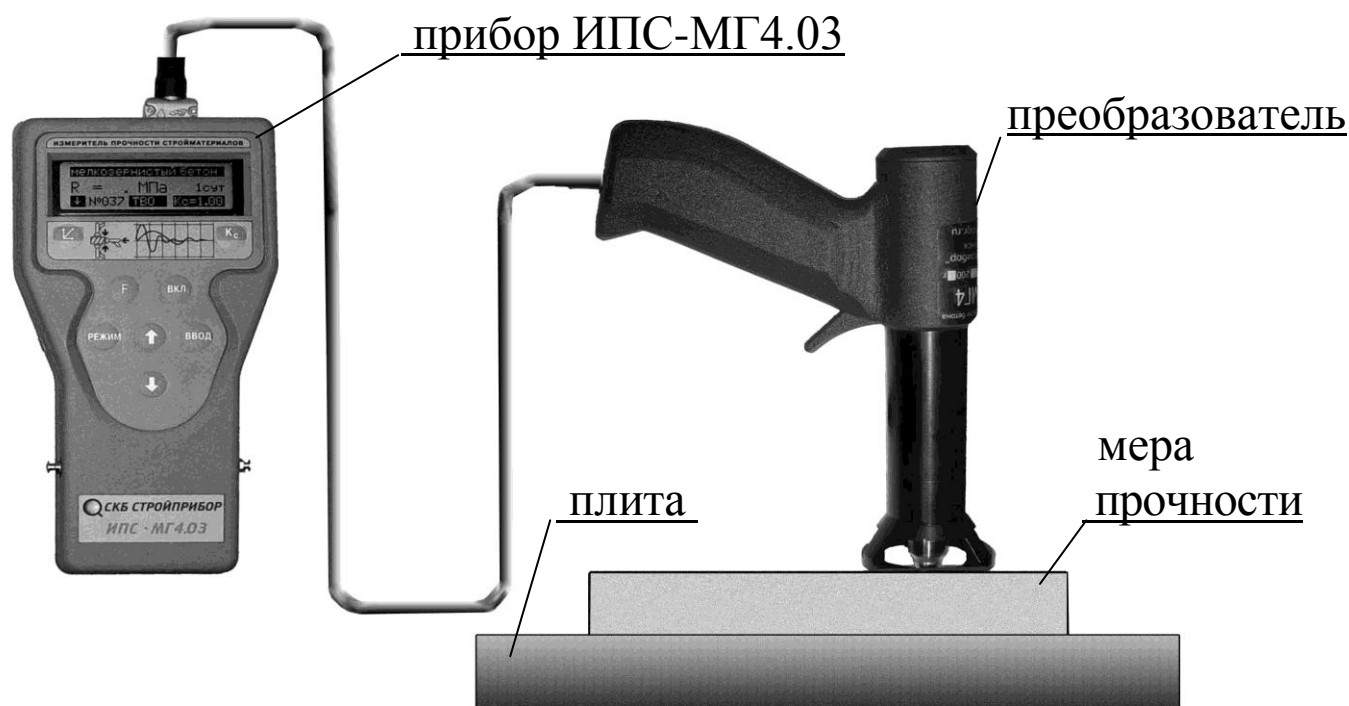

Рисунок 8 - Схема поверки прибора ИПС-МГ4.03 по мерам эквивалентным прочности бетона.
7.4.3 Поверку прибора по мерам эквивалентным прочности бетона (далее – мерам) произвести в соответствии со схемой, приведенной на рис. 8. Мету уложить на ровную гладкую плиту толщиной не менее 30 мм, массой не менее 10 кг. Преобразователь установить перпендикулярно поверхности меры.